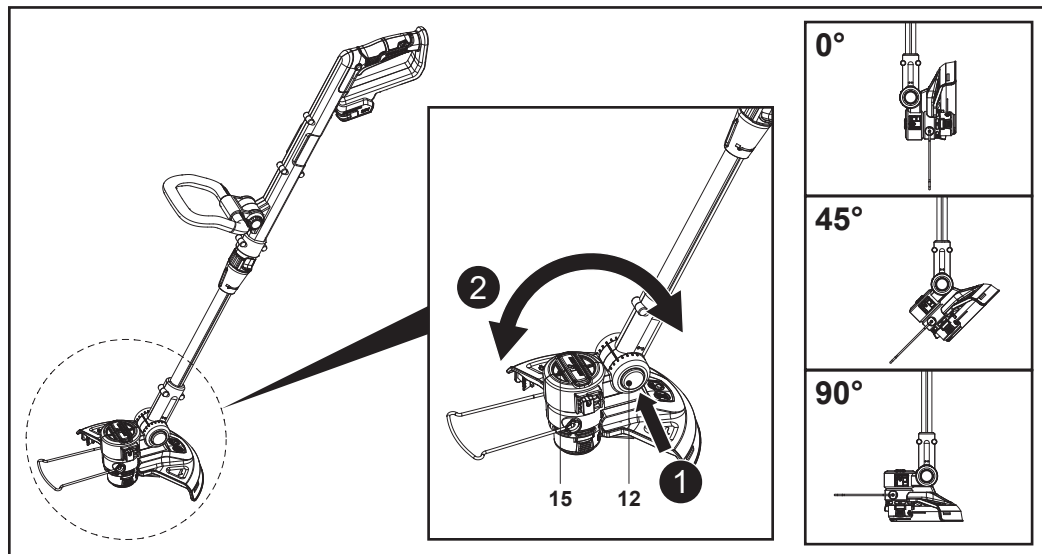

Fig. 7
NOTĂ: Capul de tăiere (15) se poate seta în 7 poziții (0°, 15°, 30°, 45°, 60°, 75° și 90°) (fig. 7).
1. Apasă elementul de blocare a capului de tăiere (12) (fig. 7).
2. Reglează unghiul capului de tăiere (15) (fig. 7).
3. Eliberează elementul de blocare a capului de tăiere (12).
4. Asigură-te că blochezi în poziție capul de tăiere (15).